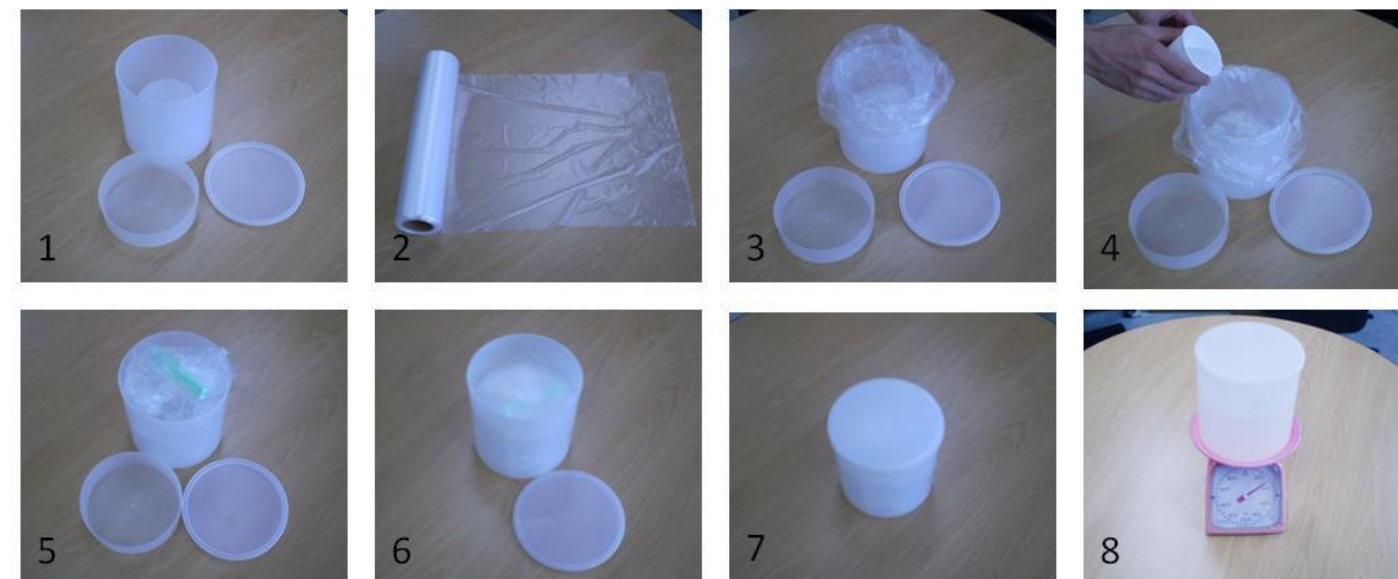

図 3-1. 試料の準備
RAD IQ™ FS200 は、マリネリピーカー、U-8、V-11 などの色々な容器を収容できます。収容可能な容器は表 3-1 に示されています。試料の準備は下記の指示と図 3-1 に従ってください。
- ⚠ 図 3-1 のようにクリップで縛ってください。水の漏るポリ袋は放射能汚染のおそれがありますので、必ず廃棄してください。